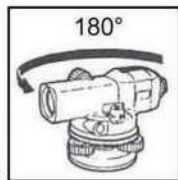

Рис. 6
2) Поверните прибор на 180°. (Рис.6) Пузырек не должен сместиться из центра. Если же он сместился, выполните следующие действия: